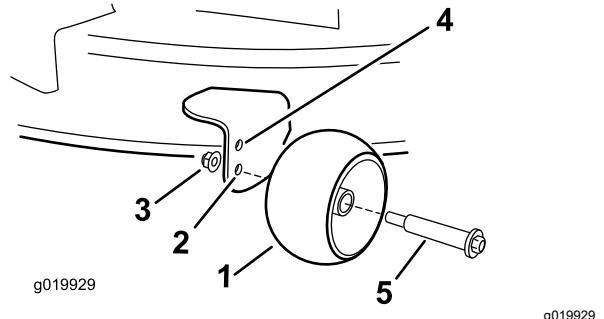

Figura 31
- Furo superior – utilize esta posição com plataforma de corte nas posições de altura de corte de 63 mm e inferiores (Figura 31).
- Furo inferior – utilize esta posição com plataforma de corte nas posições de altura de corte de 76 mm e superiores (Figura 31).